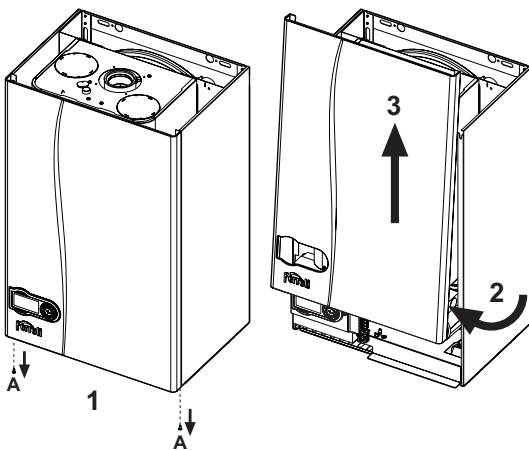

fig. 28 - Démontage de l'habillage
1. Dévisser les vis A (voir fig. 28).
2. Faire pivoter l'habillage (voir fig. 28).